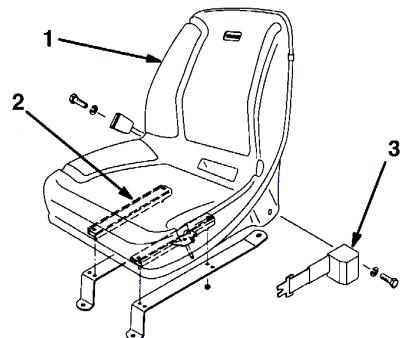

図4
2. シートストラップをシートアジャスタに取り付ける；標準シートの場合にはフランジナット4個を使用、デラックスシートの場合はキャップスクリュ、平ワッシャ、フランジナット各4個を使用 (図4)。いずれもシートキットの付属部品。
3. 座席左右の穴に、それぞれシートベルトを取り付ける；標準シートの場合にはボルト2本とロックワッシャを使用、デラックスシートの場合にはボルト2本とロックナットを使用 (図4)。いずれもシートキットの付属部品。